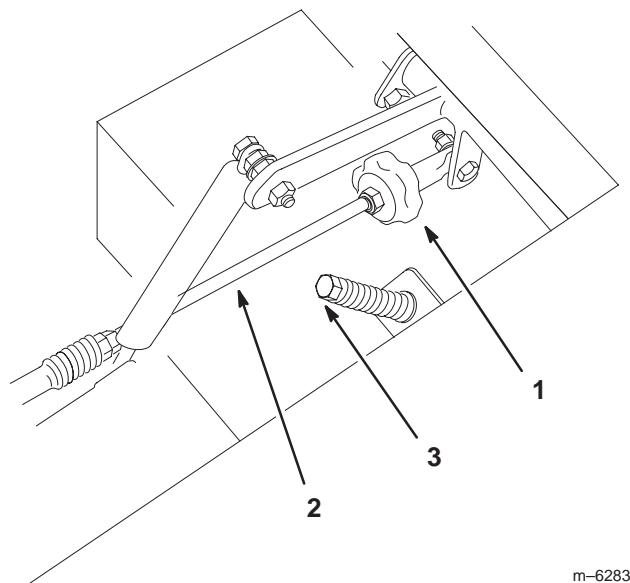

Figure 46
2. Réglez la longueur de la tige de pompe en tournant le bouton dans le sens voulu, jusqu'à ce que la roue soit immobilisée ou tourne légèrement en marche arrière (Fig. 46).